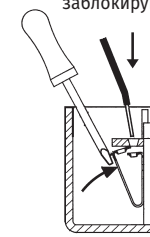

Fig.2
- Pour connecter les fils électriques aux bornes de la serrure, appuyez sur les languettes comme indiqué sur la figure jusqu'à ce que les trous soient alignés et que le fil déjà rayé soit inséré (**fig. 2**).
- Um die elektrischen Kabel an die Klemmen des Schlosses anzuschließen, drücken Sie die Laschen wie in der Abbildung gezeigt, bis die Löcher ausgerichtet sind und das bereits verkratzte Kabel eingeführt ist (**Abb. 2**).
- Чтобы подключить электрические провода к клеммам замка, нажимайте на выступы, как показано на рисунке, до тех пор, пока отверстия не выровняются, и вставьте уже зачищенный провод (**рис. 2**).